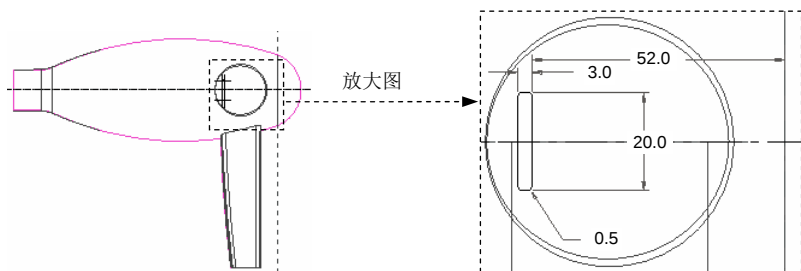

图 6.7.75 截面草图
(2) 在操控板中单击 **放置** 按钮，在弹出的“放置”界面中单击 **定义...** 按钮。然后设置草绘平面为 TOP 基准平面，参考平面为 RIGHT 基准平面；方向为 **右**；特征截面如图 6.7.75 所示；深度类型为 **穿过所有**，然后单击 **完成** 按钮。